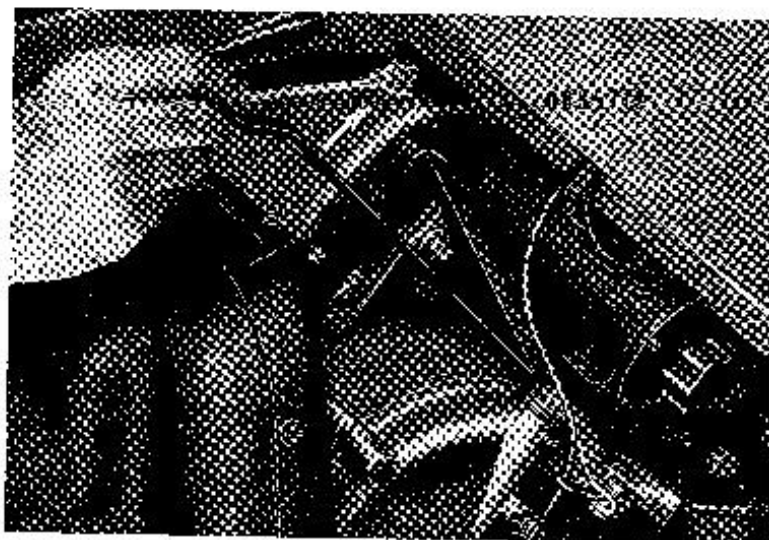
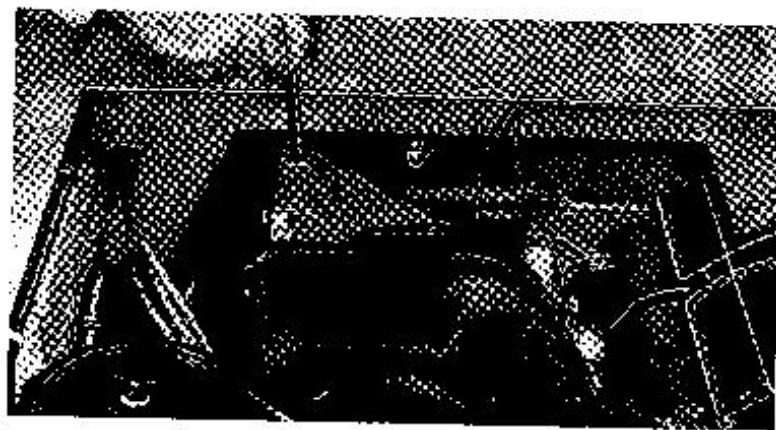

Fig. 22
Fig. 23
- Applicare la nuova cinghia e ripristinare la tensione applicando come in fig. 22 l'attr. tarato 0035712 ed agendo sul braccio elastico dello stesso fino a portarlo a contatto con l'altro (rigido) dell'attrezzo: in tali condizioni bloccare i bulloni che fissano il dinamotore.
Spostare con una leva (applicata in modo analogo all'attrezzo di fig. 22) il dinamotore, mettendo in tensione la cinghia; bloccare i bulloni di fissaggio. Togliere il tappo dalla traccia «a» (fig. 23) e inserirvi una matita fino a contatto con la cinghia; spingere a fondo la matita e verificare la corsa: la tensione della cinghia **sarà corretta se la corsa non supererà 7 ÷ 8 mm.**